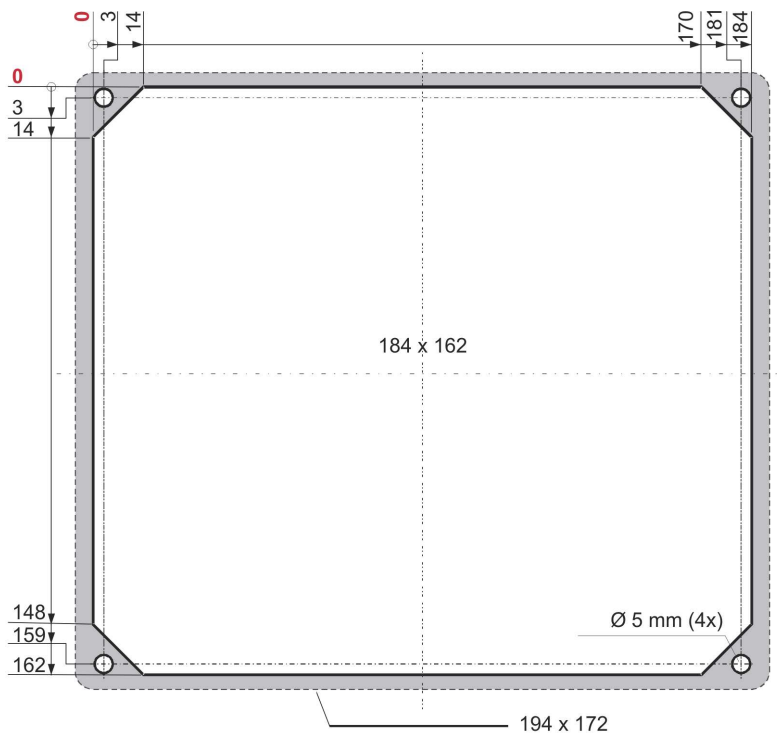

Abb. 11: Montageausschnitt
- Die Befestigung erfolgt mit vier Stehbolzen (Abb. 11). Für diese sind vier Bohrungen mit einem Durchmesser von 5 mm vorzusehen.